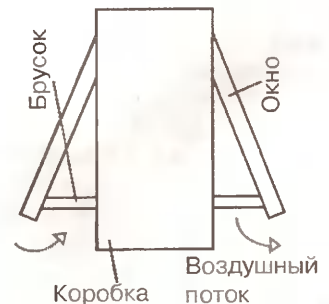
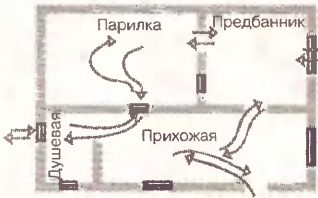

Рис. 3 Окно
Рис. 4 Схема вентиляции
**Сборка.** Соединяем крючком одну боковую часть с полосой. Вывязываем так называемые «уголки», чтобы обозначить крышу, лобовое стекло, бампер, дно и т.д. (их можно прошить) **рис. 4**. Пришиваем глаза и рот. Приклеиваем зрачки (вырезанные из кожи кружочки). Берем 2-ю боковую деталь и, совместив все уголки, вначале сметываем их иголкой с ниткой, а затем
ее насквозь спереди (под глазками) и сзади (**рис. 4**). Машинка готова.
с учетом «розы» ветров, что обеспечивает интенсивный приток свежего воздуха во все помещения (рис. 4). Поскольку петли расположены вверху, при помощи простого брусочка окно превращается в **форточку** — очень удобно для проветривания (рис. 3).